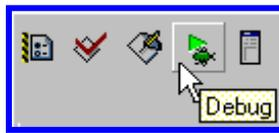

Figura 3.8 Botón Debug.
1.- Click en el botón de *Debug* (Figura 3.8) en la ventana de proyecto (Project window). El IDE comienza a depurar.